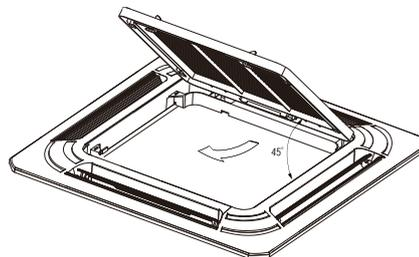

Figura 3.13
2. Suspenda a grelha de entrada de ar a cerca de 45° e remova a grelha (figura 3.13).